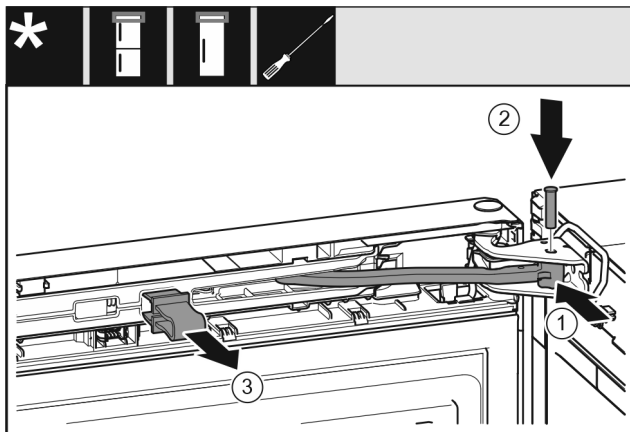

Fig. 24
- ▶ Поверніть шарнір в опорному кронштейні. Fig. 24 (1)
- ▶ Встановіть гвинт в опорний кронштейн та шарнір. При цьому виступ фіксатора повинен займати правильне положення в пазу. Fig. 24 (2)
- ▶ Зніміть запобіжник. Fig. 24 (3)